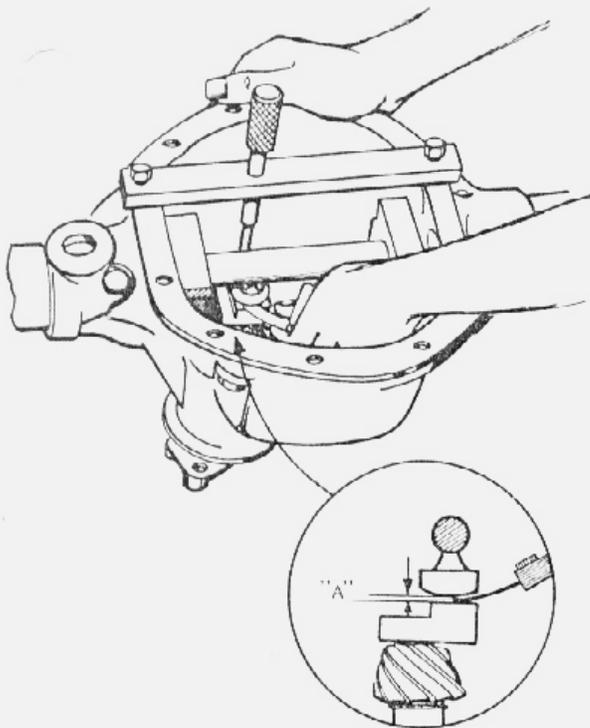

fig. 6 — verificação da profundidade do pinhão
- 6.3. Passar um calibrador de lâminas entre o bloco padrão e o gabarito WFE-1 conforme ilustrado na fig. 6 obedecendo a tabela de Ajuste da Profundidade do Pinhão (fig. 7).